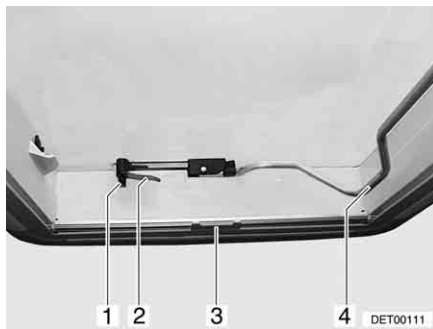
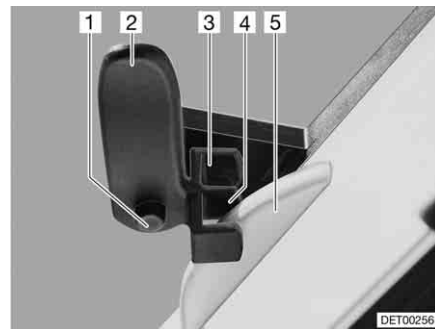

Bild 65 Heki-taklucka, stängd
Bild 66 Heki-takluckan i ventilationsläge 1
- Tryck ned låsknappen (Bild 65,1) och vrid låsarmen (Bild 65,2) ett kvarts varv inåt.
- Dra ut bygeln (Bild 65,4) nedåt, så att spärren släpper.
- Vrid låsarmen (Bild 65,2 och Bild 66,2) ett kvarts varv. Takspärrens tapp (Bild 66,5) måste hakas in i den översta fästdelen (Bild 66,3).
- Tryck på låsknappen (Bild 66,1) och vrid tillbaka låsarmen (Bild 66,2). Takspärrens tapp (Bild 66,5) måste hakas in i den nedre fästdelen (Bild 66,4).